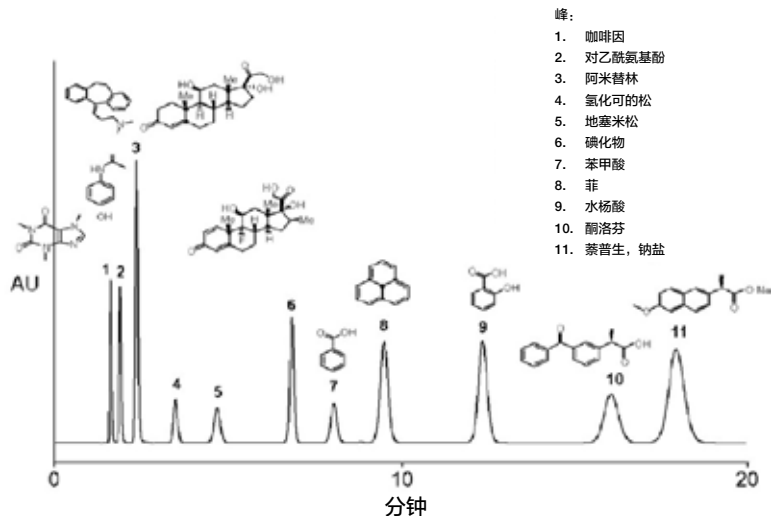
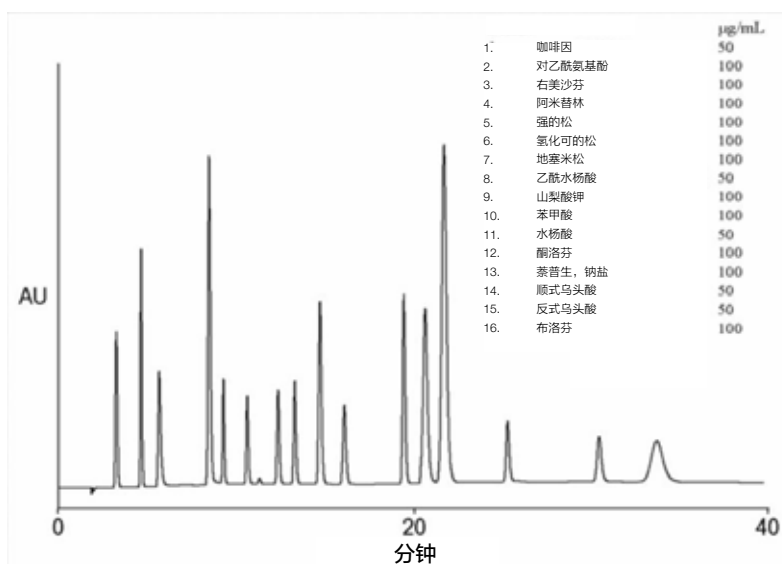

图8. 酸性、中性和碱性分子的等度分离
图9. 酸性、中性和碱性分子的梯度分离
- 2) 酸性、中性和疏水性药物的同时分离。（图 8 参见页面 18，图 9 参见页面 19）
可以。如图 8 和 9 所示，Acclaim Mixed-Mode WAX-1 色谱柱在一次运行中将碱性、中性和酸性分子的混合物分离，具有出色的峰形和分离度。与传统的反相色谱柱和离子交换色谱柱相比，它为应用方法开发提供了更大的灵活性。